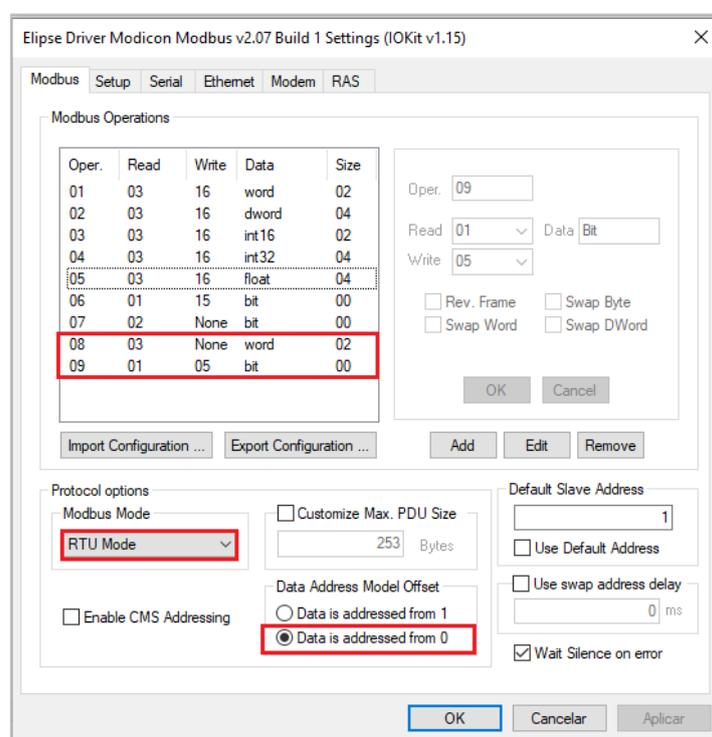

Figura 35: Driver Modbus – Modbus
- P2: Operação criada para leitura (Vide Figura 35);
- P2: Operação criada para escrita (Vide Figura 35);